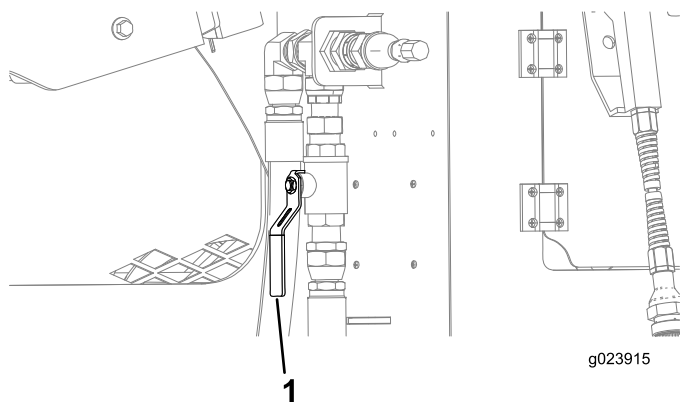

**Bild 131**
- B. Öffnen Sie das Ventil in der Nähe des hinteren Abteils (Bild 131).